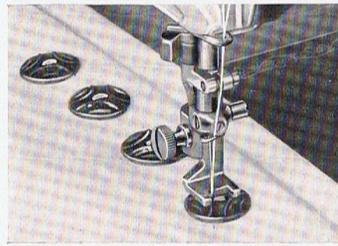

Abb. 51
**Knopfannähen** (Abb. 51). Man schraube zunächst den Knopfnähfuß (Nr. 2, Abb. 3) an und verwende oben und unten festes Garn (Nähgarn Nr. 40 oder 50). Den Überstich stelle man auf Lochentfernung ein (meistens auf  $\frac{3}{4}$  der Überstichskala), während man den Stichstellerhebel B (Abb. 23) auf 0 stellt und den